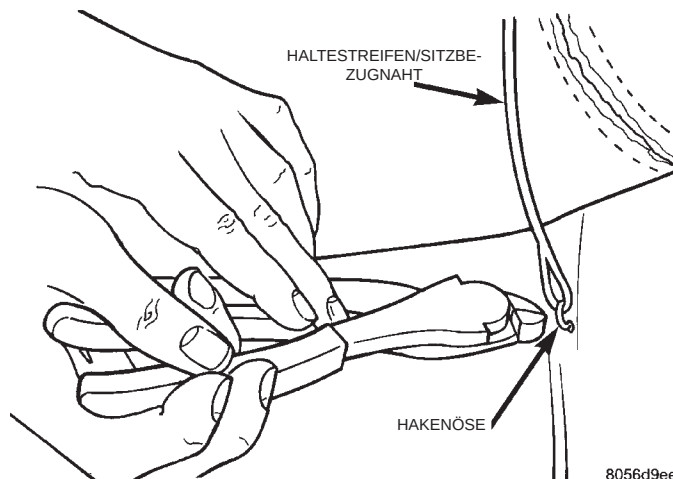

Abb. 9 Hakenösen
(7) Hakenösen lösen, mit denen die Schnüre der Sitzbezugsnähte in den Draalthalterungen der Rückenlehnen-Schaumstoffauflage befestigt sind (Abb. 9).
(8) Sitzbezug bis zur Mitte nach oben ziehen.